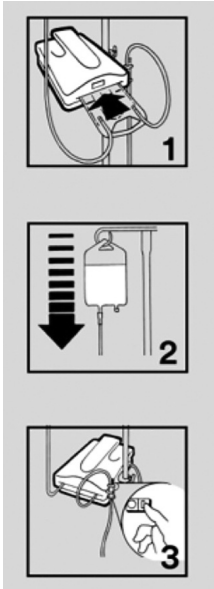

Fig. 4
2. Skjut in kassetten i värmeenhetens skåra. Kassetten kan bara passa in i enheten på ett sätt (se fig. 4, # 1).
3. Prima värmesatsen. För mer information om priming av apparaten, se instruktionerna som medföljer värmeapparaten (se fig. 4, #2).
5. Anslut strömkabeln till ett lämpligt vägguttag. Slå på enheten (se fig. 4, #3). Efter några sekunder tänds den alfanumeriska displayen. Det tar mindre än 2 minuter att värma upp till börvärdestemperaturen 41 °C.